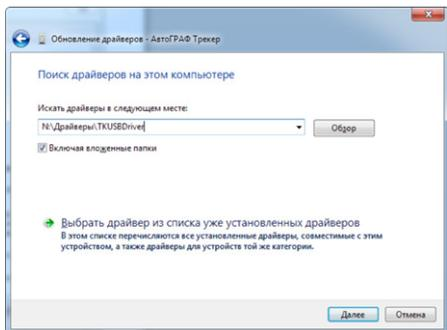

Рис.3
4. Задайте путь к папке, в которую был распакован архив с драйверами (Рис.3).